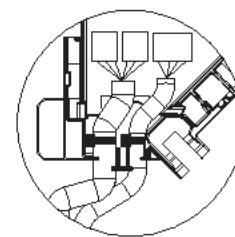

Fig. 10-15
- Sørg for at båndet fester i-See-sensoren og signalmottakerkoblingsledningene er plassert inne i koblingsboksen. (Fig. 10-15)